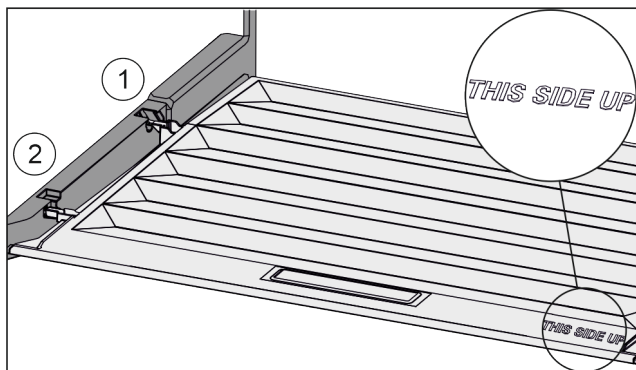

Fig. 92
- ▶ Ramiona pokrywy wprowadzić ponad otworem tylnego uchwytu Fig. 92 (1) i zazębić z przodu w uchwycie Fig. 92 (2).